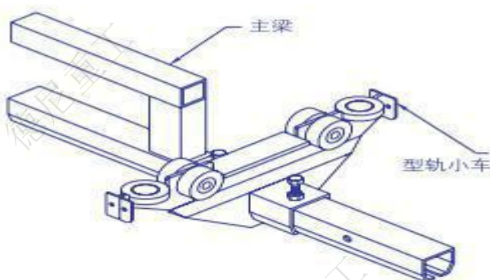

图5A. 安装标准的型轨小车
5.4 将型轨小车滑套在主梁的动力输送端（参阅总装图，确定型轨小车的准确位置。型轨小车的套管与主梁上第一个垂直构件的距离应是 25mm）。并用提供的螺栓、螺母紧固到位。（图 5A）。